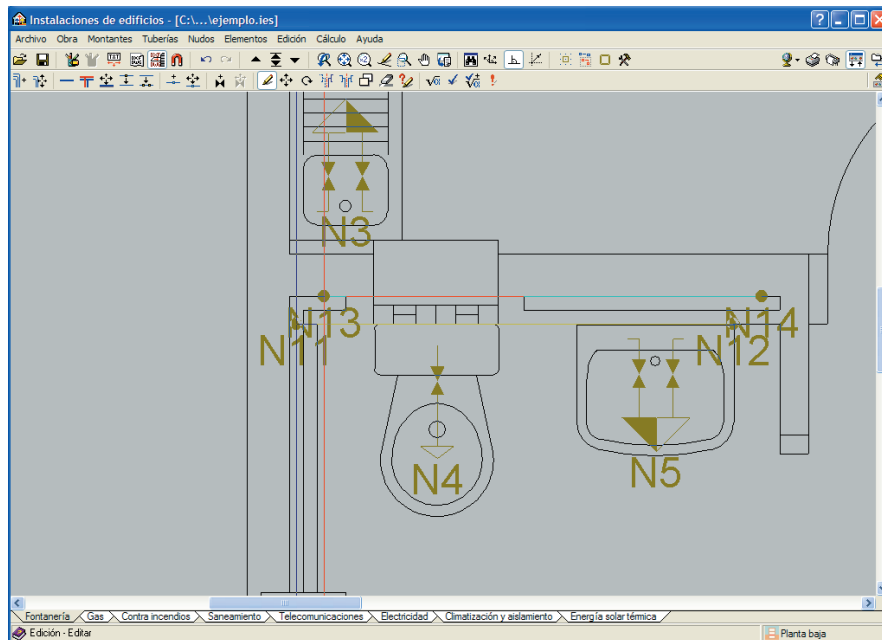

Fig. 26
- Pulse de nuevo en el menú **Tuberías>Nuevo múltiple** y dibuje la ramificación hacia el aseo de la planta baja, partiendo de un punto de la tubería de agua fría principal (Fig. 26). Puede ayudarse del icono **Zoom** de la barra de herramientas, para introducir de forma más precisa la tubería.